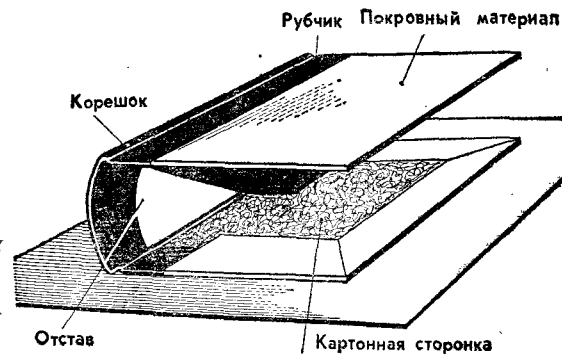

Рис. 5. Переплетная крышка
**Переплетная крышка** (рис. 5) предохраняет книгу от повреждений и служит элементом художественного оформления. Чаще всего она состоит из картонных **сторонек**, соединенных между собой в корешке. В промежутке между картонными сторонами наклеивают **отстав** (полоска тонкого картона или плотной бумаги), который придает корешку большую прочность и твердость. Сторонки могут быть покрыты тканью или бумагой. По своей конструкции переплетные крышки делятся на **цельнокрытые** и **составные**.